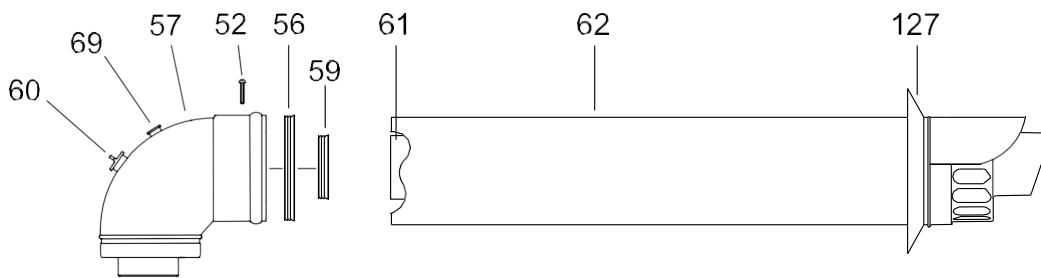

Fig. 10
### KIT DE EXAUSTÃO HORIZONTAL (Fig 10):
**Nota:** Deixe 30mm a mais, para permitir a vedação de borracha da parede do terminal (fig.10 item 127).